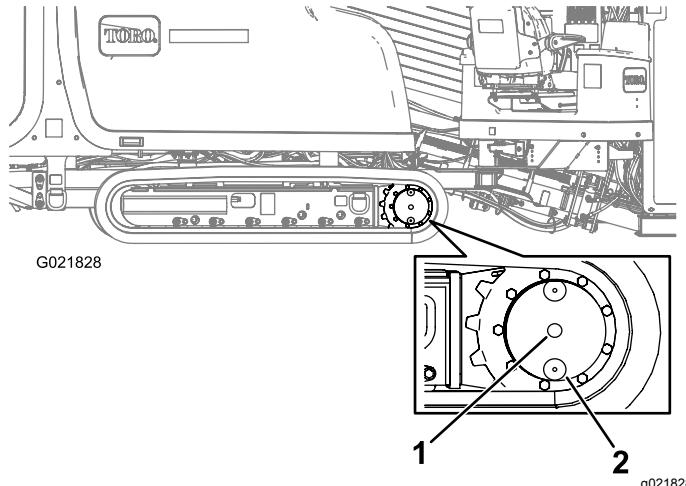

Рисунок 103
- Очистите поверхность вокруг контрольной пробки уровня масла с помощью очищающего растворителя (Рисунок 103).
3. Отверните контрольную пробку уровня масла (Рисунок 103).
2. Очистите поверхность вокруг контрольной пробки уровня масла (Рисунок 103).
3. Поверните планетарный редуктор так, чтобы пробка маслосливного отверстия находилась прямо под контрольной пробкой уровня масла (Рисунок 103).